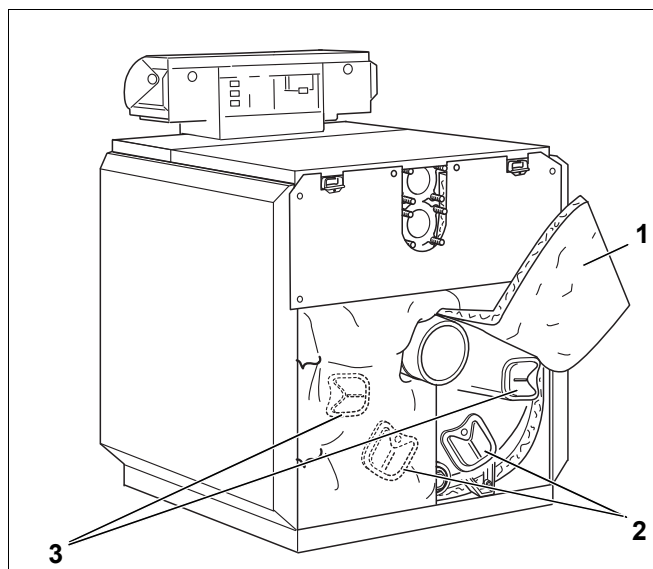

Рис. 52 Демонтаж крышек люка для чистки
- ▶ Поднимите оба конца теплоизоляции вверх (рис. 52, [1]) и закрепите пружинными стяжками.
- ▶ Снимите крышки люков для чистки с задней секции (рис. 52, [2]) и с коллектора дымовых газов (рис. 52, [3]).